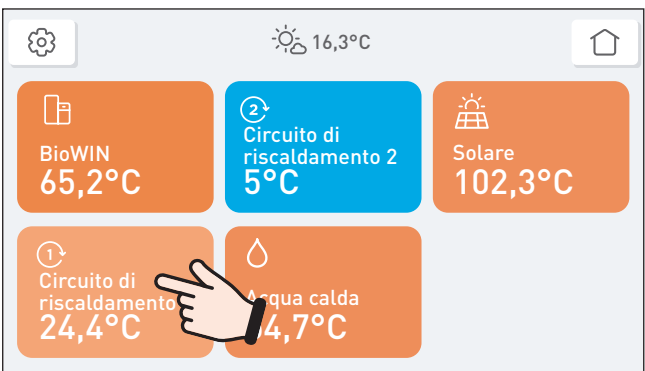

Fig. 22 Menu principale
- ▶ Premere il circuito di riscaldamento desiderato nel menu principale – Fig. 22.